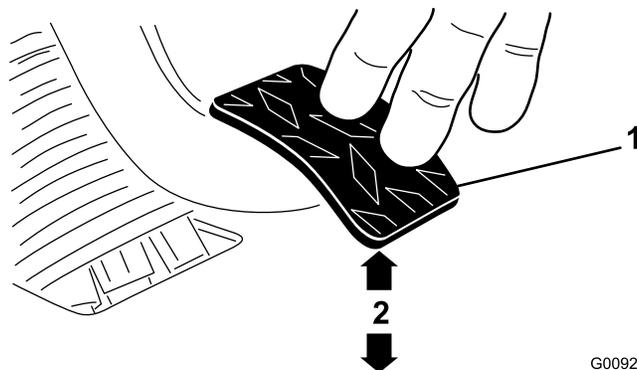

図 70
3. ジャムナットまたはボールジョイントを調整する1.8 kgの力でクラッチペダルを踏んだ時にペダルの裏面の下端が床のダイヤモンド柄の頂部から9.5 ± 0.3 cmになるようにする図 70。